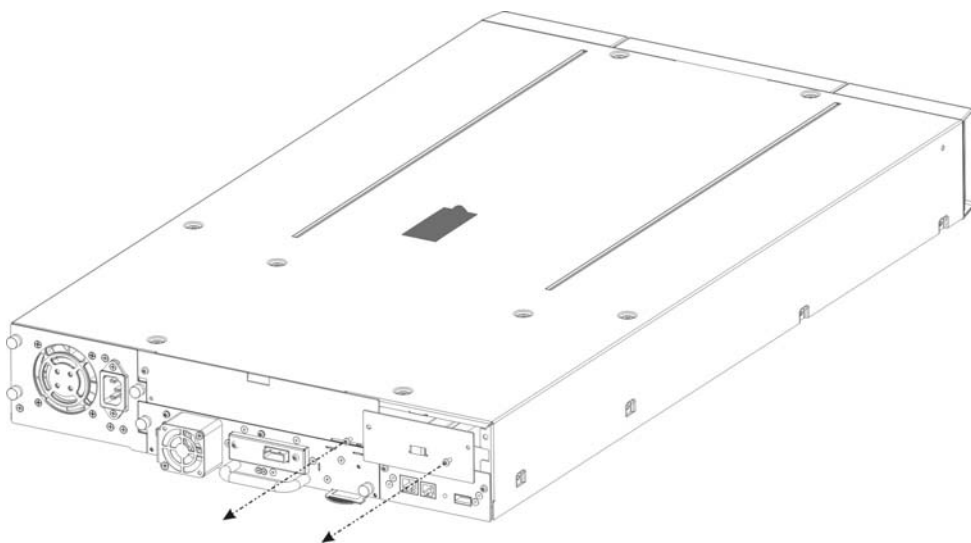

图 5 取下空白板
- 取下库后面的空白板 (参见图 5, 需使用 3 号 Phillips 螺丝刀)。